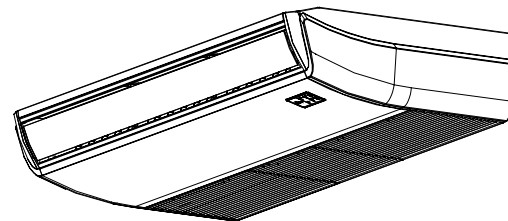

FIG. 6-1
- Abra la entrada de aire con el destornillador o algo parecido. (Consulte Fig.6-1)